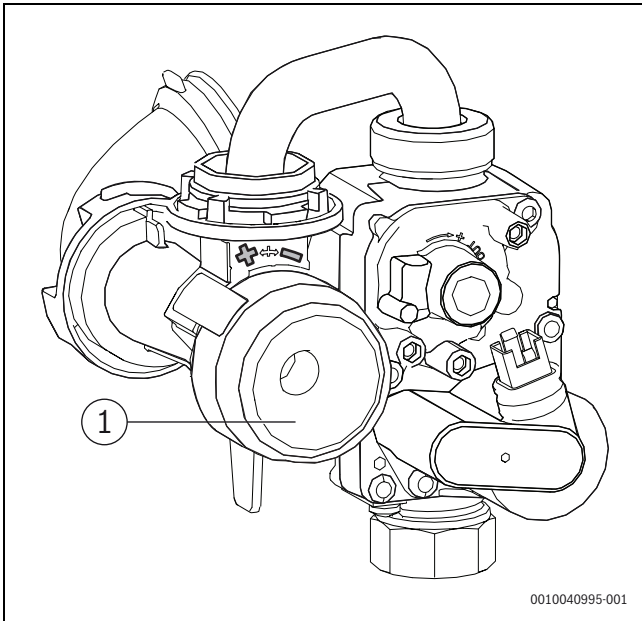

Bild 75 Gas-Luft-Verhältnis einstellen
- ▶ O₂- oder (CO₂-)Gehalt für die in der Tabelle angegebene maximale Nennwärmeleistung prüfen und ggf. nachstellen (→ Seite 64, Bild 75).